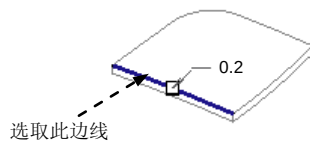

图 6.6.37 创建倒角特征
Step2. 创建图 6.6.37 所示的倒角特征。单击 **模型** 功能选项卡 **工程** 区域中的 **倒角** 按钮。选取图 6.6.37 所示的边线为倒角的边线，在操控板中的倒角尺寸文本框中输入数值 0.2。